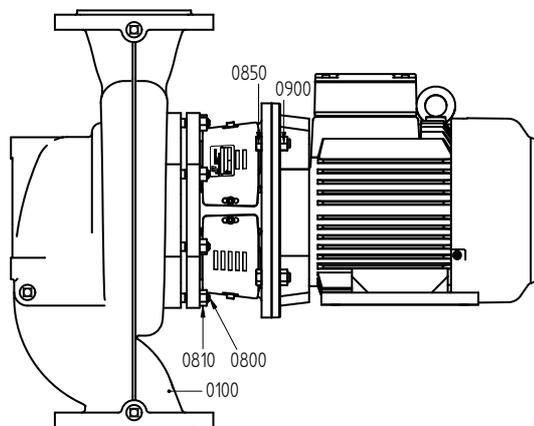

Abbildung 6: Demontage der Back-Pull-Out-Einheit
- 1 Die Muttern (0810) des Sperrings lösen, siehe Abbildung 6.